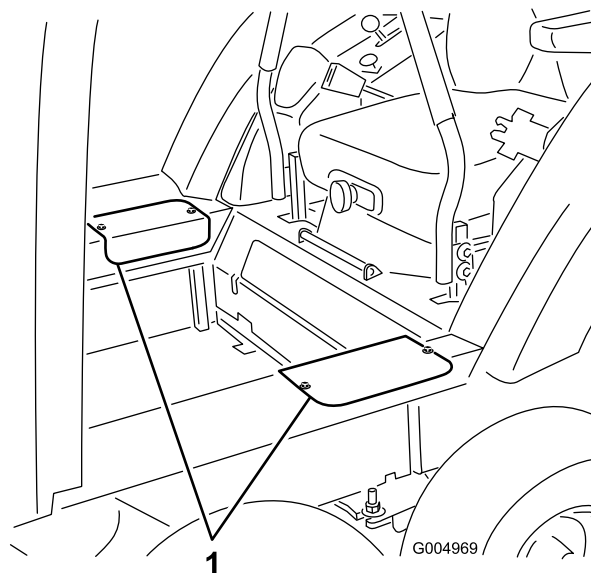

Figura 40
1. Retire os 2 parafusos que fixam cada cobertura de acesso lateral e retire as coberturas (Figura 40).